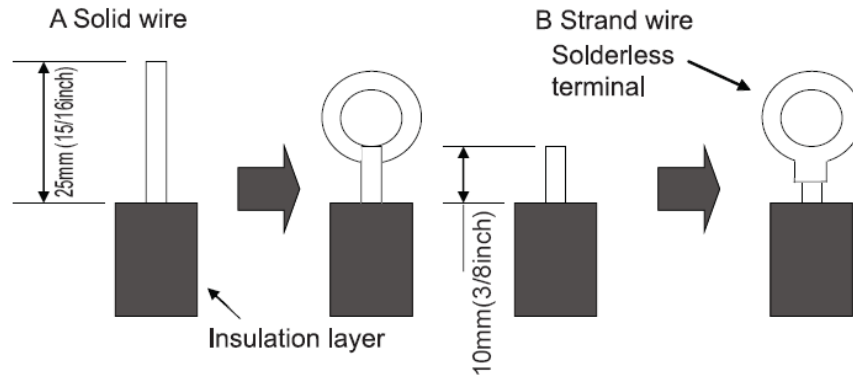

Fig. 24
(1). For solid core wiring (Fig.24)
(2). For strand wiring (Fig. 24)